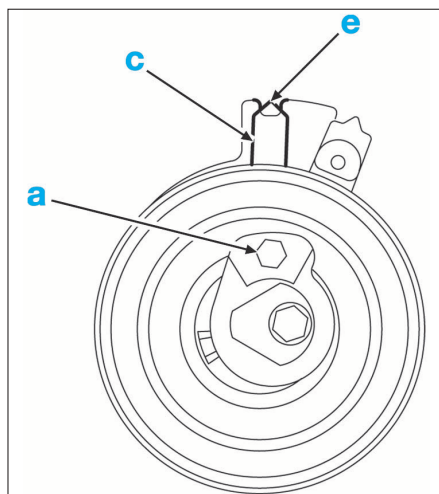

FIG. 23
- Amener l'index "c" à sa position de réglage "e" (Fig.23)